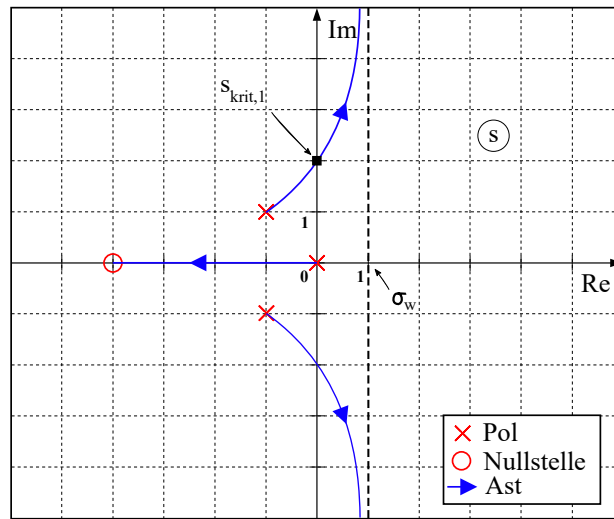

Abbildung 9: WOK b)+c) Musterlösung.
- b) Siehe Abb. 9. $\sigma_W = +1$ eingezeichnet **[0.5 Pkte]**